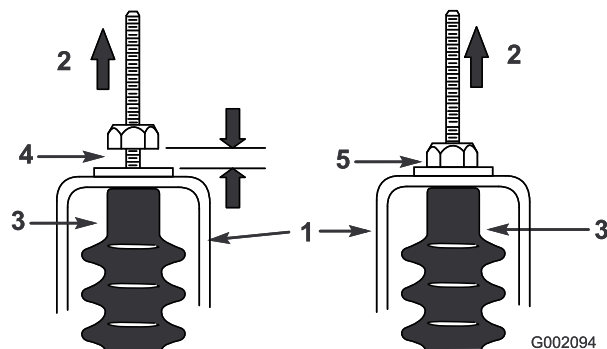

図 59
5. それぞれのシフトケーブルを引っ張って、ナットワッシャとニュートラルブラケットとの間に 0.761.52mm のすきまがあることを確認する 図 59。